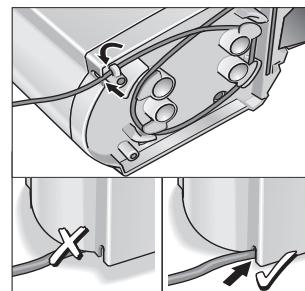

Fig. 3: Emplazamiento de la estación
- Enganche el cable restante en los ganchos correspondientes y tenga en cuenta que el cable de conexión a la red debe guirarse por la abertura de la carcasa (fig. 3).